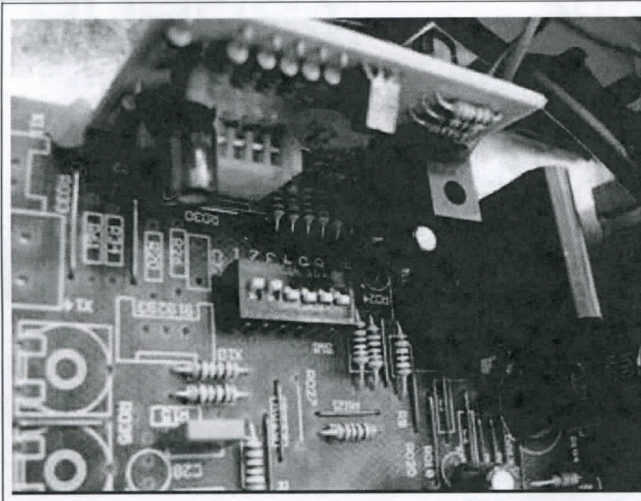

Fig. 3 – Pic. 3
3. Rimuovere la schedina del comando remoto (**Fig. 3**).